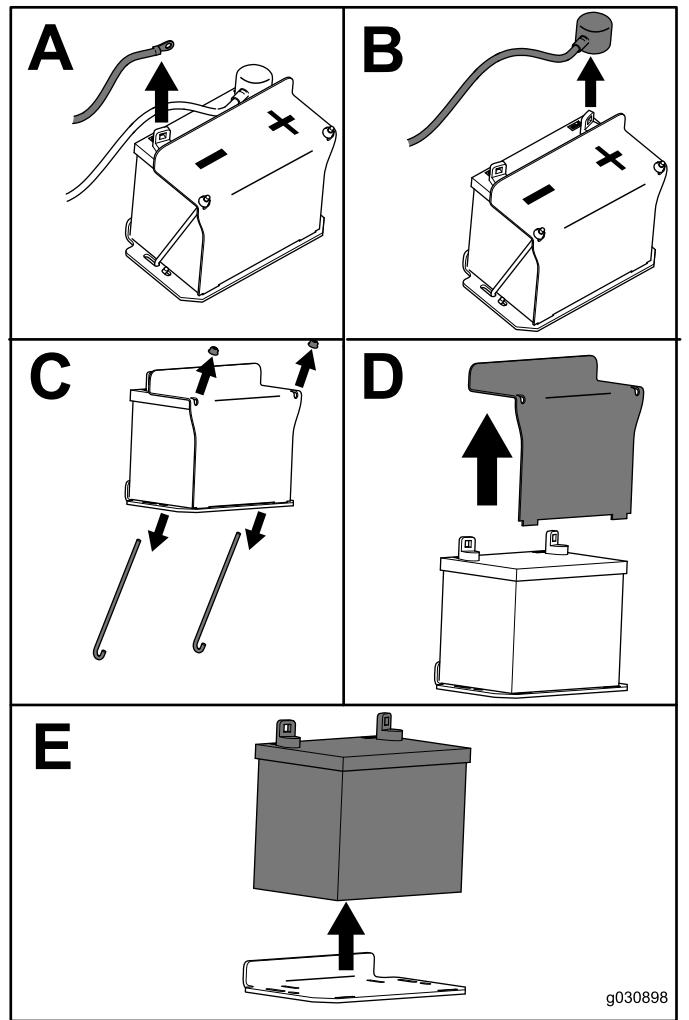

Figura 53
- Remova a bateria como se mostra na Figura 53.